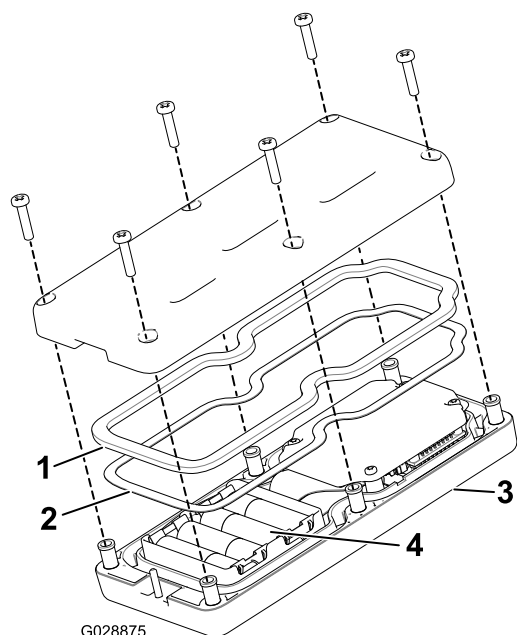

図 48
3. リモートの裏側にあるねじ6本を外してカバーを取る (図 48)。
- 電池を入れる 電池の向きに注意すること。電池を入れる箇所にはプラス・マイナスの表示がある 図 48。
- ゴム製シールとスチール製のガスケットを外してしまった場合は、これらを注意深く溝にセットする (図 48)。
- カバーを元通りに取り付け、先に取り外したねじ6本を使って固定し 図 48、各ねじを 1.5-1.7 N・m 0.15-0.17 kg・m = 13-15 in-lb にトルク締めする。